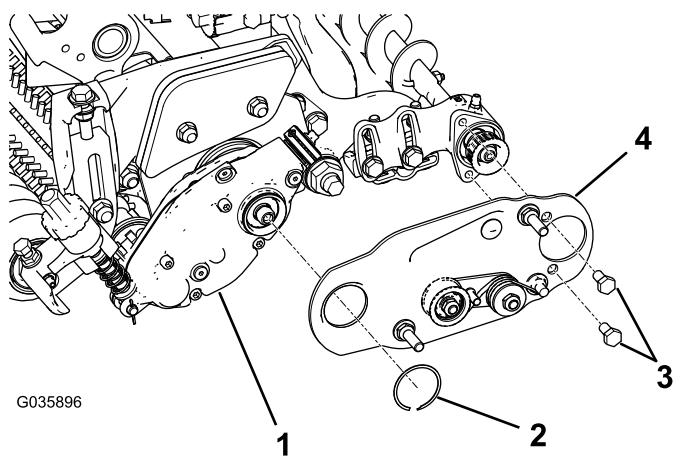

Figura 9
| 1. Tappo | 3. Assicuratevi che la piastra orientabile della spazzola per rullo sia configurata in modo che il gruppo della puleggia tendicinghia sia montato sulla parte inferiore, come illustrato nella Figura 9 . |
4. Allineate la piastra orientabile della spazzola per rullo come illustrato nella Figura 9.
spazzola sull'alloggiamento del cuscinetto della spazzola per rullo (Figura 9).
6. Con l'anello di ritenuta, fissate la piastra della spazzola sull'alloggiamento della spazzola per rullo (Figura 9).